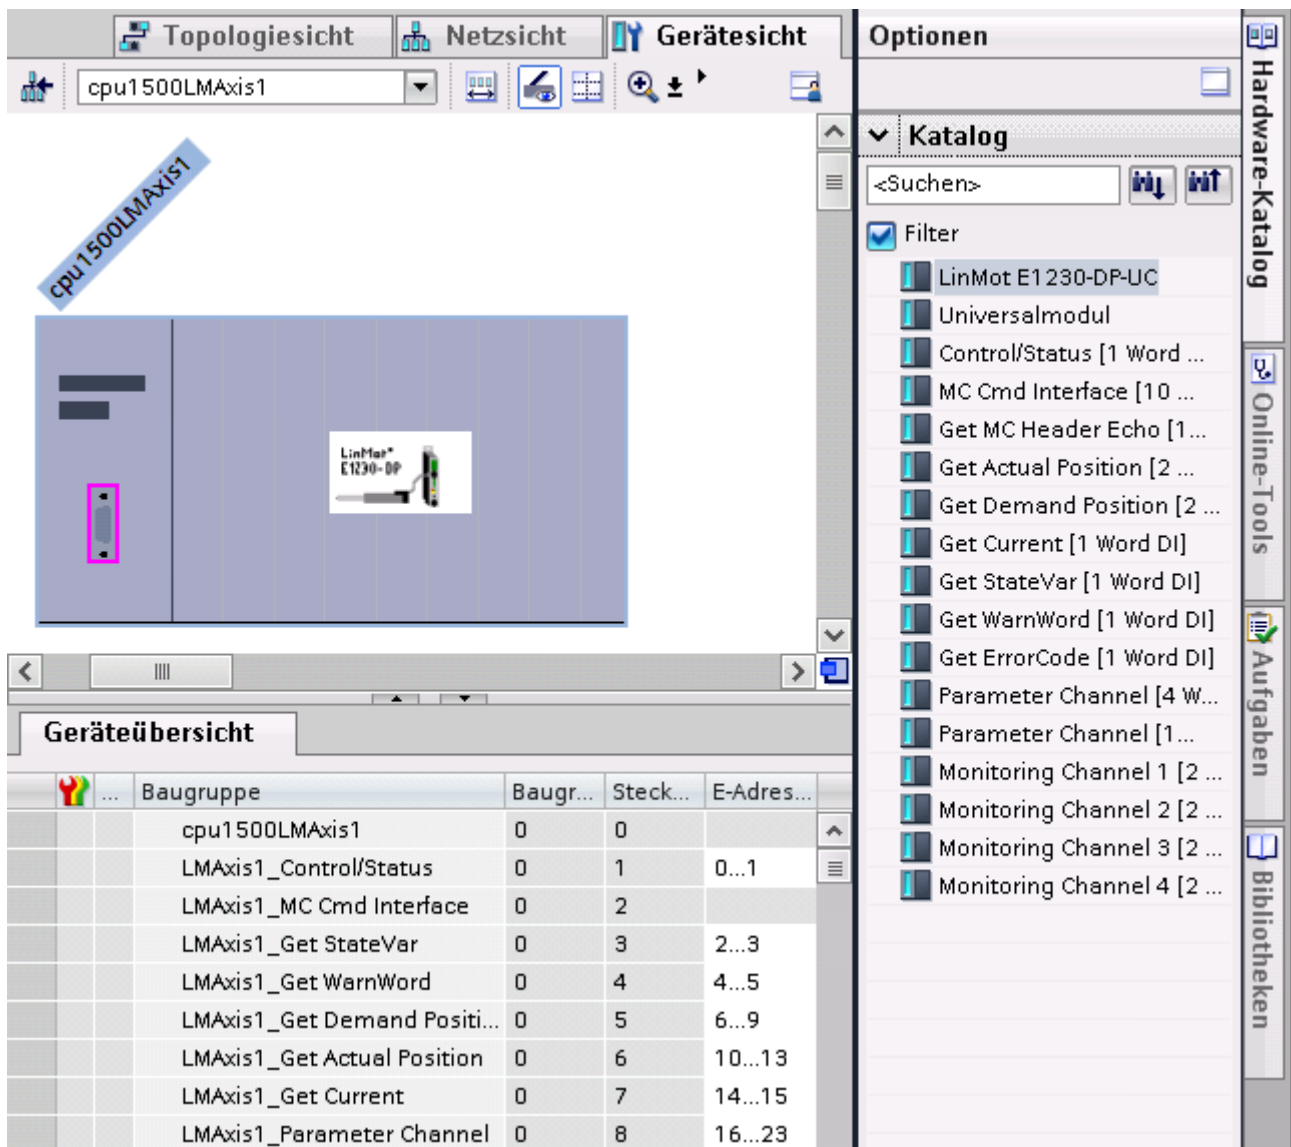

Abbildung 2: TIA Portal Gerätesicht, Einfügen der Module
- Anschliessend werden die benötigten Module Zeile für Zeile wie in Abbildung 2 eingefügt (Steckplatz 1 – 8), und ihnen, falls gewünscht, ein eindeutiger Name zugewiesen (Bsp. LMAxis1_...).